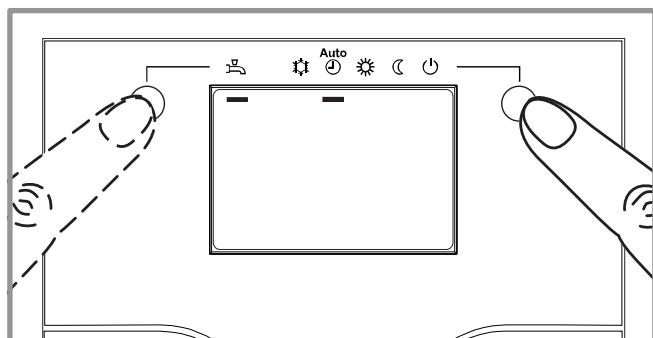

figura 6 - Selezione regime riscaldamento e selezione ACS (Acqua calda sanitaria)
- Selezionare il regime di riscaldamento "AUTO" (figura 6)
- Selezionare il regime Acqua calda sanitaria (figura 6).